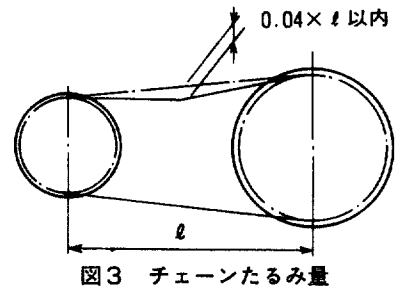

図3 チェーンたるみ量
- (2) チェーンたるみ量はスパン長の4%程度としてください。図3参照。たるみが大きすぎると始動時衝撃が過大となり、ギヤードモートルを損傷することがあります。また、ベルト張り過ぎも軸受等の損傷原因になることがあります。